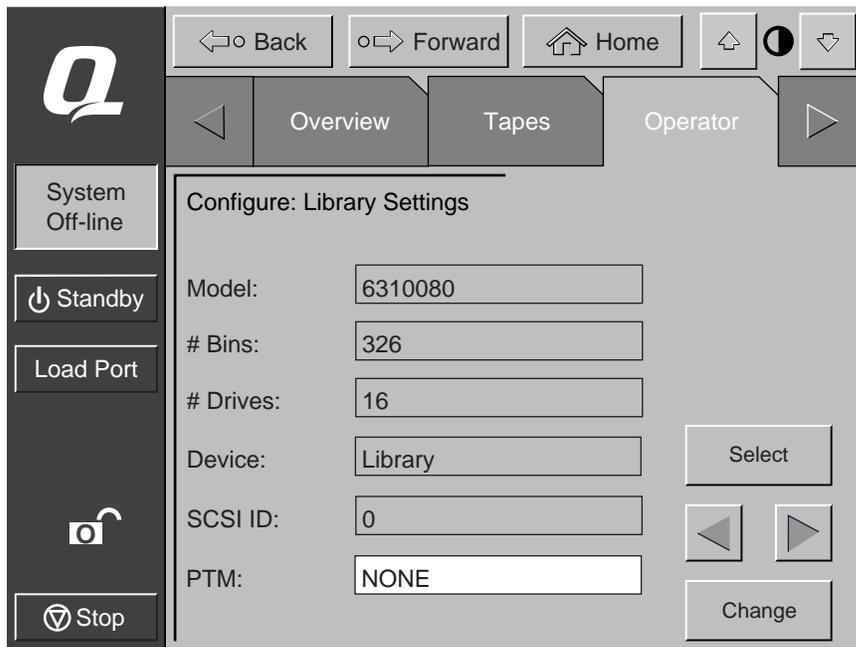

Abbildung 3-2. PTM-Auswahlbildschirm (ESL9326 wie abgebildet)
2. Setzen Sie das Feld *PTM* am Bildschirm auf *None* (Keiner), *Left* (Links), *Right* (Rechts) oder *Both* (Beide) (siehe Abbildung 3-2).